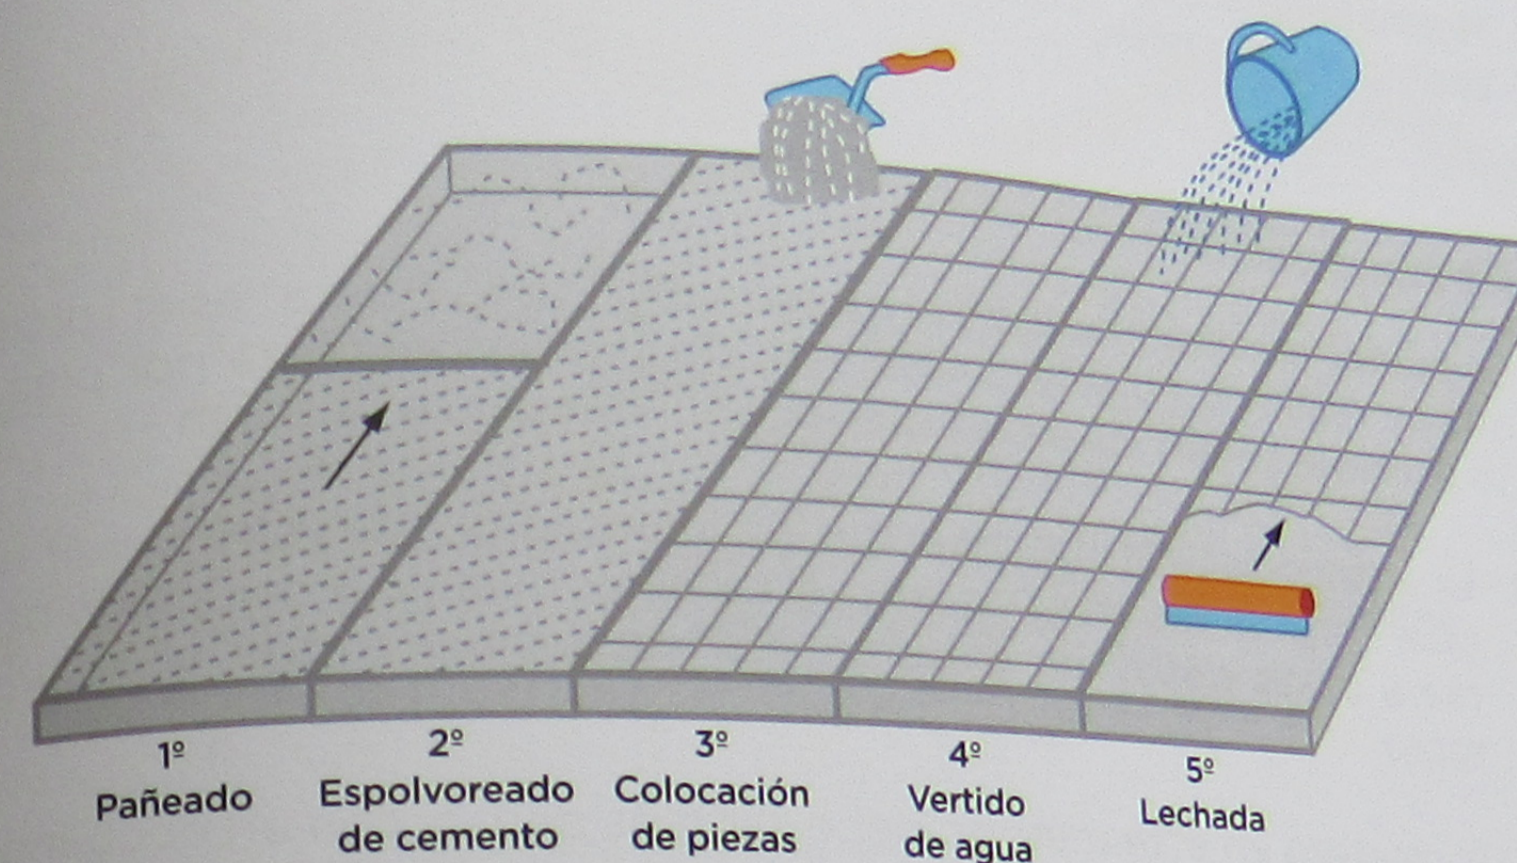

Figura 30. Puesta en obra mediante tendido
El grosor de la capa de mortero debe venir especificado en el proyecto, normalmente entre aproximadamente 1,5 cm en caso de baldosas cerámicas y 2,5 cm en el caso de terrazos, baldosas de cemento o de hormigón (figura 30).
El grosor de junta se mantiene colocando unas tablitas de madera o mediante crucetas como indicamos en el modulo de herramientas (figura 30).
3.º Se echa agua a puñados por encima de la superficie recién terminada (figura 30).